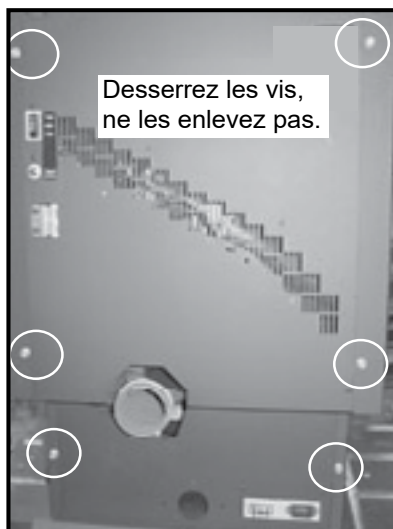

Figure 24.1
4. Desserrez les 4 vis du haut du panneau arrière et les 2 vis au bas du panneau arrière en utilisant un tournevis cruciforme n° 2, une clé 3/8 po ou une douille 3/8 po. Il n'est pas nécessaire d'enlever les vis (**Figure 24.1**).